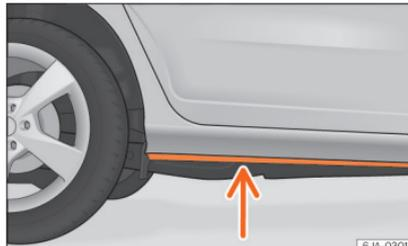

Abb. 220 Wasserdurchfahrten auf Straßen
- Stellen Sie vor einer Wasserdurchfahrt die Wassertiefe fest. Der Wasserstand darf maximal an den Steg des Unterholms reichen **»» Abb. 220.**